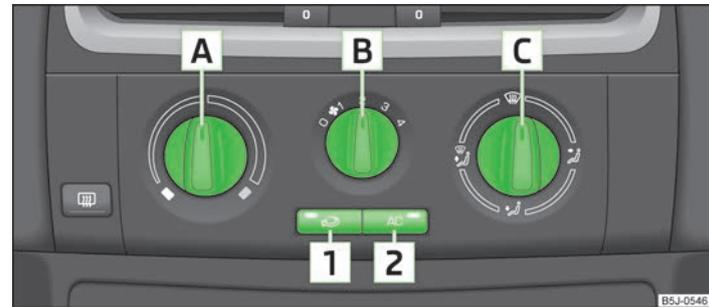

Fig. 76 Sistema de aire acondicionado: Elementos de mando
El sistema de refrigeración funciona sólo si se pulsa la tecla **(AC) [2]** » fig. 76 de la página 73 y se cumplen las siguientes condiciones:
- » Girar el regulador giratorio **[A]** » fig. 76 hacia la derecha para elevar la temperatura.
- » Girar el conmutador del ventilador **[B]** » fig. 76 a una de las posiciones, 1 a 4, para conectar el ventilador.
- » Pulsar la tecla **(☰) [1]** para cerrar la entrada de aire fresco » fig. 76.
- » Con el regulador de distribución de aire **[C]** » fig. 76, se regula el sentido de salida del aire » página 71.
- » Pulsar la tecla **(AC) [2]** » fig. 76, en la tecla se encenderá el testigo.
- Elementos de mando **A** » fig. 76 de la página 73, **B**, **C** y las teclas **1** y **2**.
- Pulsar la tecla  **1** » fig. 76 de la página 73, en la tecla se encenderá el testigo.
- Pulsar de nuevo la tecla  **1** » fig. 76 de la página 73 - se apagará el testigo de control en la tecla.
Si el regulador distribuidor de aire **C** » fig. 76 de la página 73 se encuentra en la posición , el servicio de aire circulante se desconectará automáticamente. Pulsando repetidamente la tecla , se puede volver a conectar el servicio de aire de circulación también en esta posición. ►